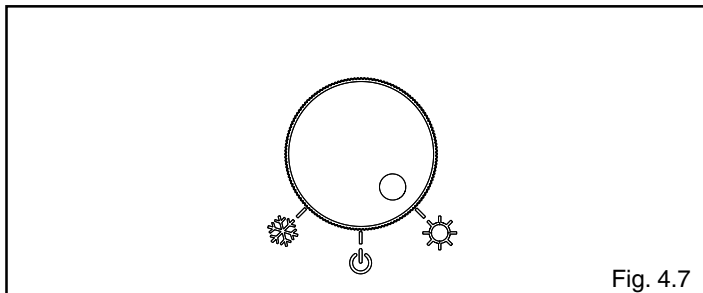

Fig. 4.7
- portare il selettore di funzione su ☀ (estate) (fig. 4.7)